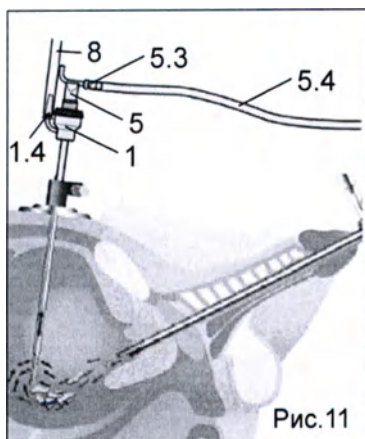

Рис.11
- ◇ Установите отрезок шланга (8) на патрубок (1.4) гильзы троакара (1) (Рис.11)